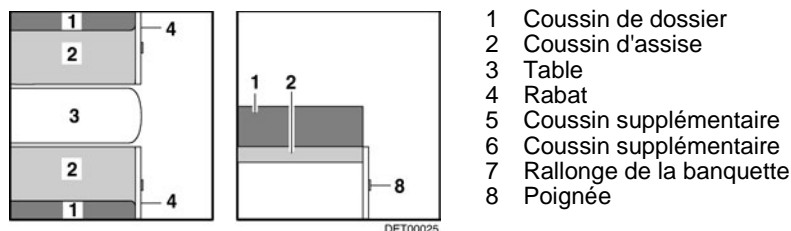

Fig. 86 Avant l'agrandissement
- Agrandir la table (Fig. 86,3) (voir paragraphe 7.7).
- Tirer sur la poignée (Fig. 86,8) et ouvrir le portillon (Fig. 86,4).